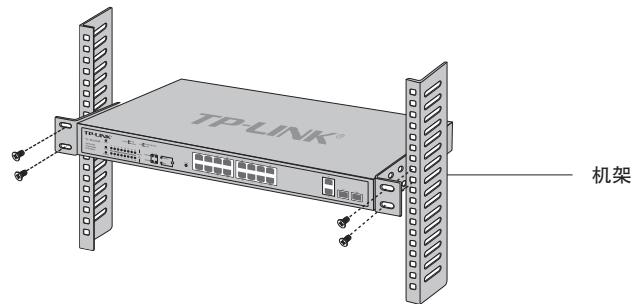

图2-3 机架安装示意图
4. 用螺钉将L型支架固定在机架两端固定的导槽上，确保交换机稳定、水平地安装在机架上，如**图2-3**所示。